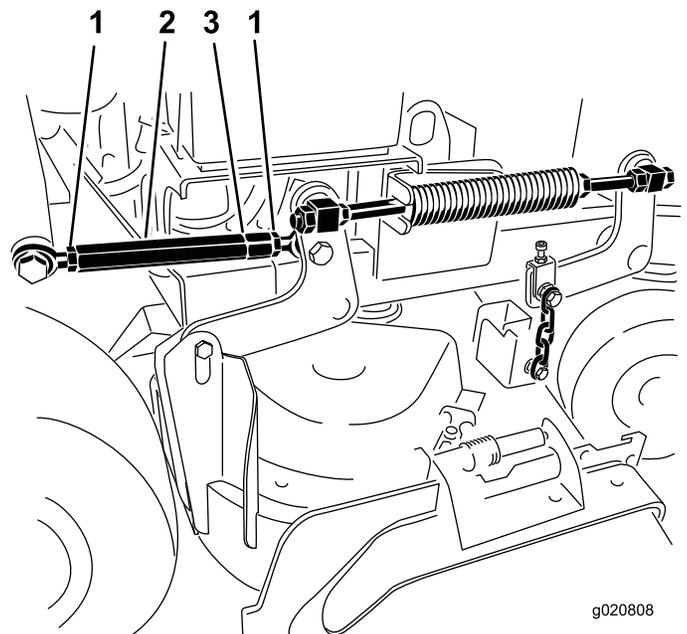

Bild 87
5. Lösen Sie die Klemmmuttern an beiden Seiten der Spannschraube (**Bild 87**).
- Hinweis:** Das Ende der Spannschraube mit der Rille hat ein Linksgewinde (**Bild 87**).